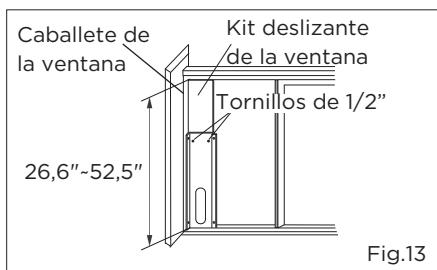

Fig.13
2. Abrir el marco de la ventana y colocar el kit deslizante de la ventana en el caballete de la ventana (Fig.13). Instalar el kit deslizante de la ventana en el caballete de la ventana. Ajustar la longitud del kit deslizante de la ventana según la altura de la ventana.
Atornillar los dos tornillos en el kit deslizante de la ventana. Ver (Fig.13). Cortar el kit deslizante ajustable de la ventana si la altura de la ventana es menor que 26,6 pulgadas (Fig.8).